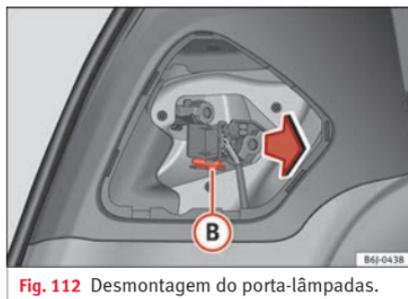

Fig. 112 Desmontagem do porta-lâmpadas.
- Desmonte o porta-lâmpadas, pressionando o clipe de fixação **(B)** »» **Fig. 112** e tirando-o para fora.